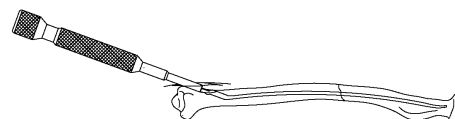

図 20
- 6) 橈骨ロッキングロッドにステップインパクトをあてがい、後端にスライドハンマーを取り付け打撃を与えて橈骨ロッキングロッドを打ち込みます。(図 20)